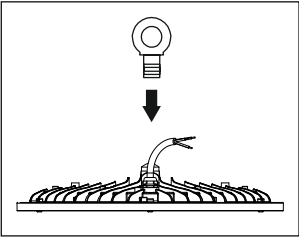

Рис. 1
- 5.11.2 Вставьте рым-болт из комплекта поставки осветительного прибора в специальное отверстие с резьбой в верхней части корпуса и надежно затяните (рис. 1).